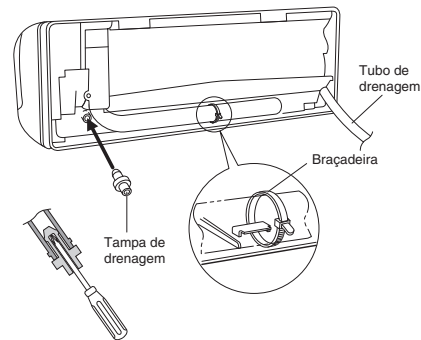

Fig. 3-65
- (d) Reinstale o tubo de drenagem no lado esquerdo e a tampa de drenagem no lado direito. (Fig. 3-65)